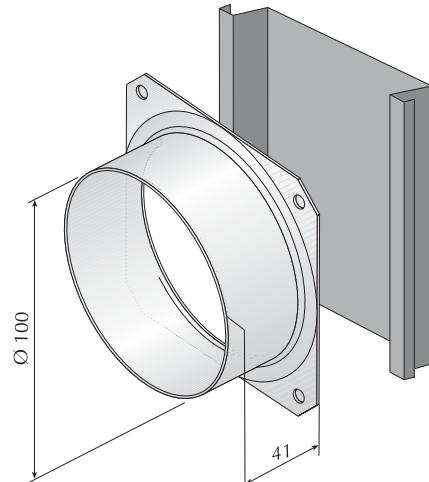

Fig. 1
① Il kit è costituito da una flangia in metallo di diametro 100 mm (fig. 1), dalle viti per il fissaggio e da una paratia in lamiera d'acciaio zincato ed isolato. L'unità di tipo "Cassette FCL", consente la realizzazione di un condotto di aspirazione dell'aria esterna di rinnovo.
② The kit is made up of a metal flange with diameter of 100 mm (fig. 1), fitting screws and an insulated galvanised steel sheet bulkhead. The "Cassette FCL" type unit allows the realisation of a fresh air intake pipe.
③ Le kit se compose d'une bride en métal d'un diamètre de 100 mm (fig. 1), de vis de fixation et d'une cloison en tôle d'acier zingué et isolé.
④ Dieser Bausatz enthält einen Metallflansch mit 100 mm Durchmesser (Abb. 1), Schrauben zur Fixierung und einer Schottwand aus verzinktem und isoliertem Stahlblech.
⑤ El kit está constituido por una brida de metal de diámetro de 100 mm (fig. 1), por tornillos para la fijación y por un mamparo de chapa de acero galvanizado y aislado.